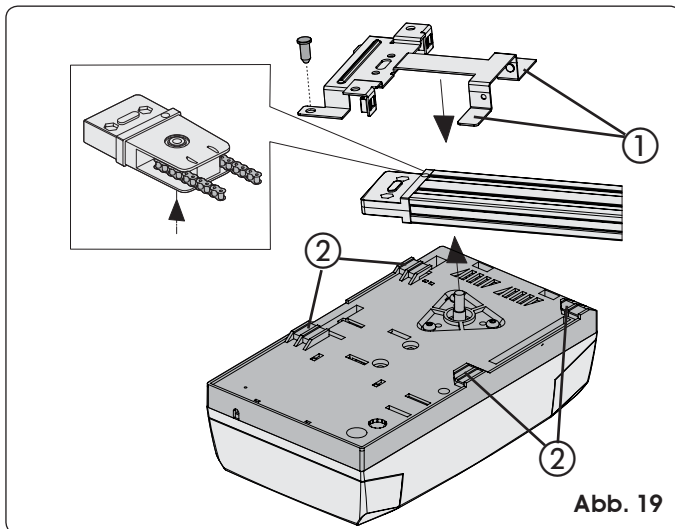
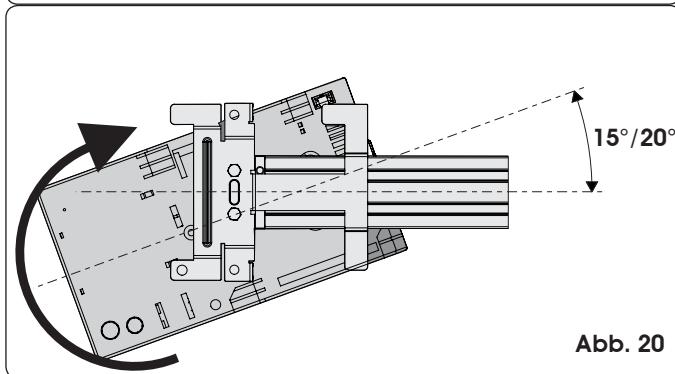
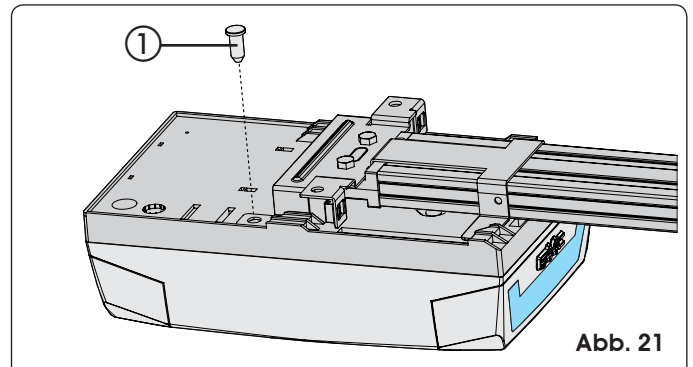

Abb. 19
Abb. 20
Abb. 21
- 1) Den Antrieb um 15°/20° kippen (Abb. 20), die Welle des Getriebemotors in die Aufnahme an der hinteren Befestigung der Gleitführung einführen und dabei darauf achten, dass die Flügel (Abb. 19 Bez. ①) mit den Aufnahmen am Boden des Antriebs übereinstimmen (Abb. 19 Bez. ②).
- 2) Den Antrieb so weit in Richtung der Abb. 20 drehen, dass die Position von Abb. 21 erreicht und der Stift in die Öffnung der hinteren Befestigung eingesetzt werden kann (Abb. 21 Bez. ①).